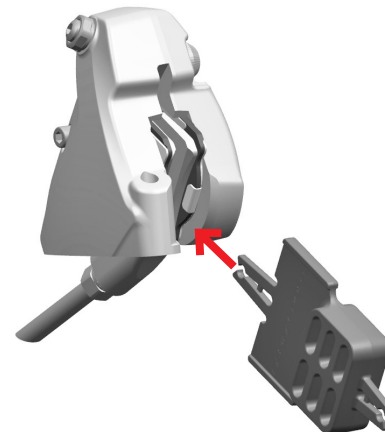

Abb.16
• Vergewissern Sie sich, falls Sie die Räder vom Fahrrad abmontieren müssen, dass Sie das Werkzeug für den Transport (Abb.16 / 17) eingesetzt haben, das bei einer zufälligen Betätigung der Bremshebel, die Annäherung der Bremsbeläge und damit das Einsetzen der Scheibe verhindert.